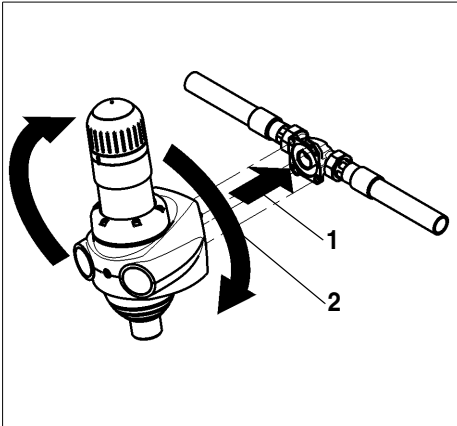

Abb. 4: Montage JPF-QC
- Die Köpfe der vier Flanschschrauben M6x165 in die Bajonettbohrungen am Einbaudrehflansch stecken (siehe Abb. 4).
- Den Filter im Uhrzeigersinn bis zum Anschlag drehen (siehe Abb. 4).